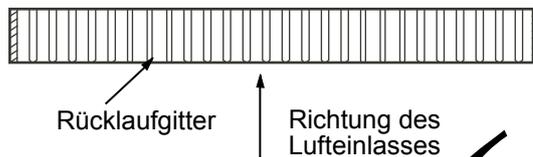

Abbildung 2.3
1. Bei der Erstellung des Luftrückführungsplenums in der Lufteinlassplatte ist darauf zu achten, dass die Luftgitter so abgewinkelt sind, dass sie parallel zur Richtung des Lufteinlasses verlaufen. Siehe Abb. 2.3